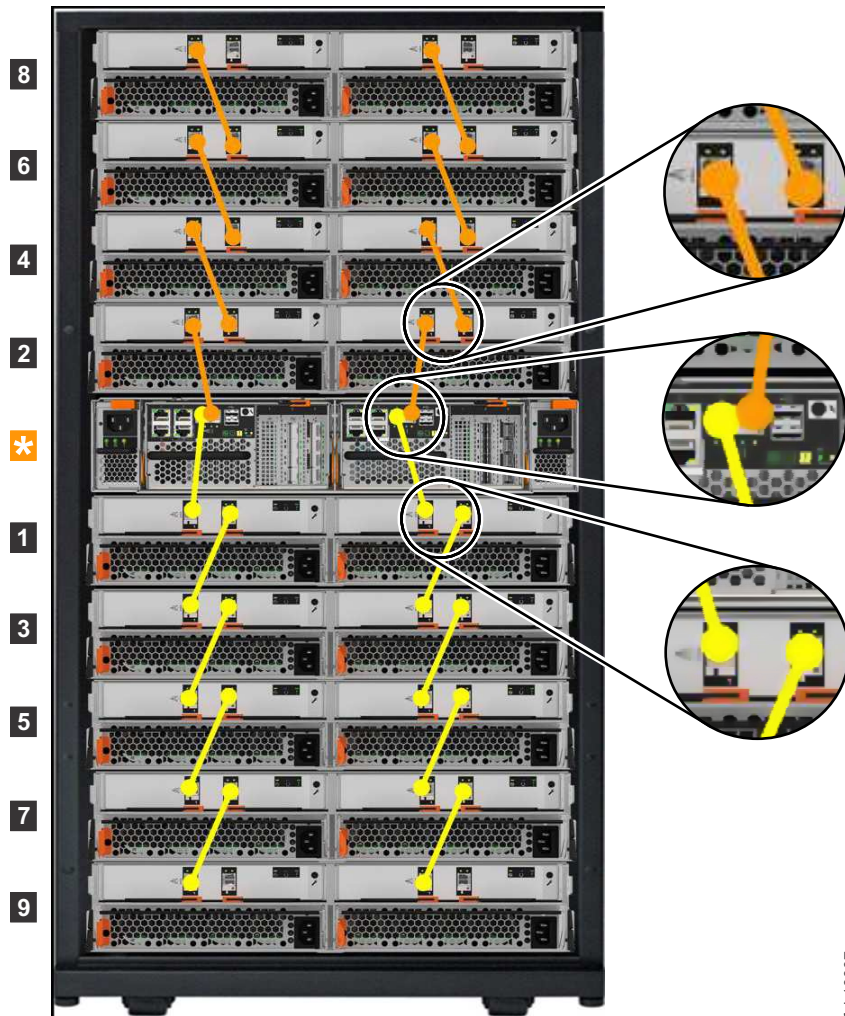

図 21. SAS ケーブルの接続
1. 26 ページの図 21 に示されているように、提供された SAS ケーブルを使用して、コントロール・エンクロージャーをラック位置 1 の拡張エンクロージャーに接続します。
3. 2 番目の拡張エンクロージャー・チェーンをコントロール・エンクロージャーに追加するには、提供された SAS ケーブルを使用して、コントロール・エンクロージャーをラック位置 2 の拡張エンクロージャーに接続します。例については、26 ページの図 21 を参照してください。
5. 追加の拡張エンクロージャーを取り付ける場合は、各拡張エンクロージャーを、チェーン内の前の拡張エンクロージャーに接続します。これには、26 ページの図 21 に示されているように、2 本の Mini SAS HD 間ケーブルを使用します。